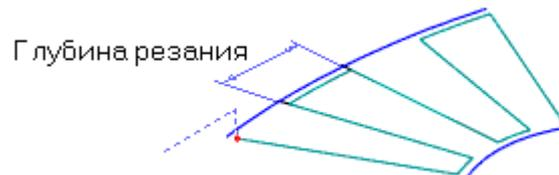

Рис. 26. Тип обработки «Зигзаг контурный»
9. **Зигзаг контурный** (рис. 26) — обработка, определяемая двумя контурами, с чередованием встречного и попутного направления фрезерования. Траектория формируется по кратчайшему расстоянию между контурами. Длина перемещения по любому из контуров не превышает глубины резания.